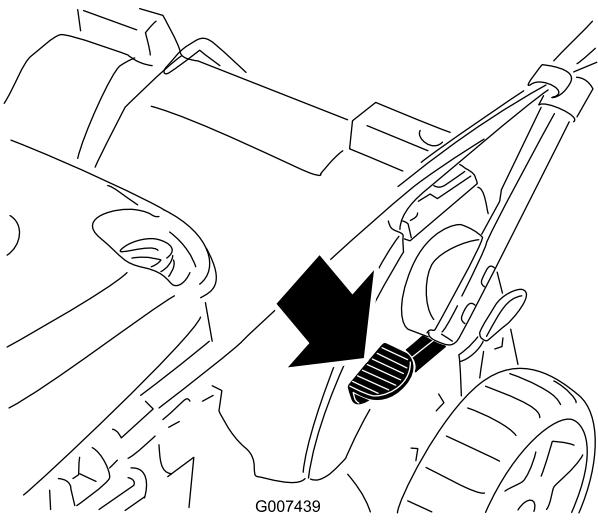

Figure 47
1. Appuyez sur la pédale et maintenez-la enfoncee (Figure 47).